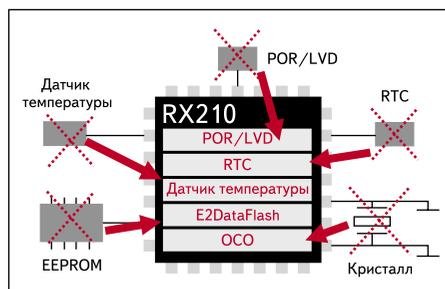

Рис. 1. Минимизация внешних элементов
- минимизация внешних элементов — встроенные супервизор питания, ФАПЧ (PLL), часы реального времени, температурный датчик, энергонезависимая E2Flash, 2 осциллятора (32/36,864/40/50 МГц и 125 кГц) (рис. 1);